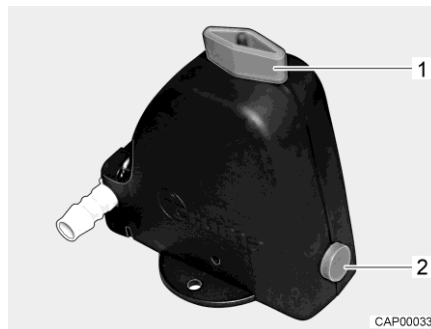
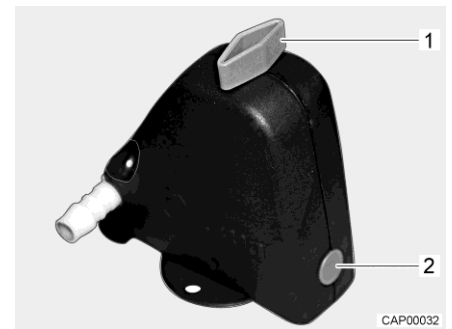

Bild 88 Säkerhets-/avtappningsventil öppen
Bild 89 Säkerhets-/avtappningsventil stängd
- Stäng säkerhets-/avtappningsventilen. Ställ vredet (Bild 88,1) diagonalt mot säkerhets-/avtappningsventilen och tryck in tryckknappen (Bild 88,2). Den stängda säkerhets-/avtappningsventilen visas i Bild 89. Vid temperaturer lägre än 6 °C kan säkerhets-/avtappningsventilen inte stängas.